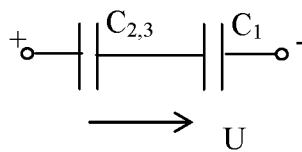

Рис. 5
1. Определяем емкость двух параллельно соединенных конденсаторов $C_{2,3}$ (рис. 5):